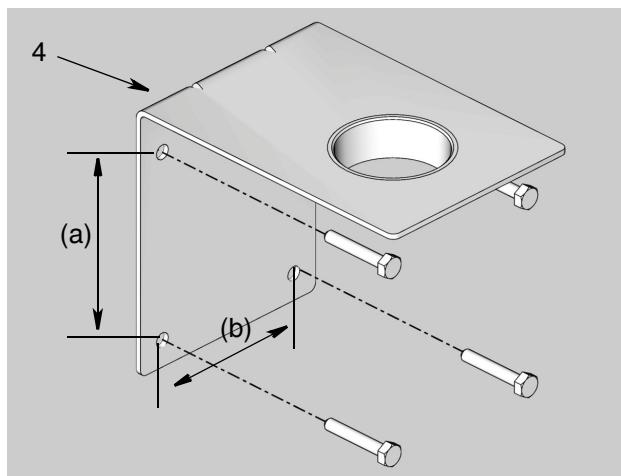

Рис. 4
- Используя скобу для крепления на стене (4) в качестве трафарета, отметьте места отверстий на стене и просверлите их (Рис. 4).
- С помощью четырех винтов (приобретаются отдельно), длины которых достаточно, чтобы надежно зафиксировать скобу для крепления на стене и насос, установите скобу (4) на стену (Рис. 4).